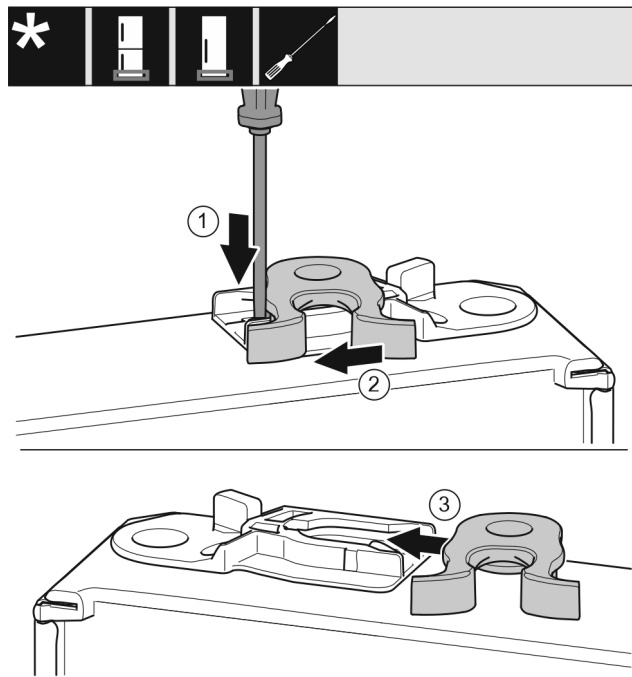

Fig. 40 *
- ▶ Odvijačem s ravnom glavom pritisnite spojnicu Fig. 40 (1) prema dolje.*
- ▶ Izvucite kuku za zatvaranje Fig. 40 (2) iz vodilice.*
- ▶ Gurnite kuku za zatvaranje Fig. 40 (3) na drugoj strani u vodilicu.*